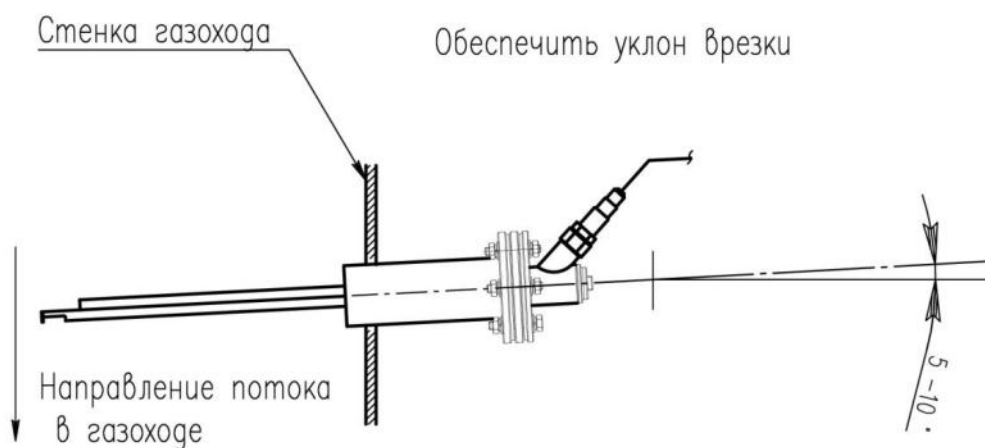

Рис. 7— Рекомендуемое положение пробоотборных устройств при монтаже на боковой стенке газохода
- для размещения на боковой стенке газохода, см. *Рис. 7*.